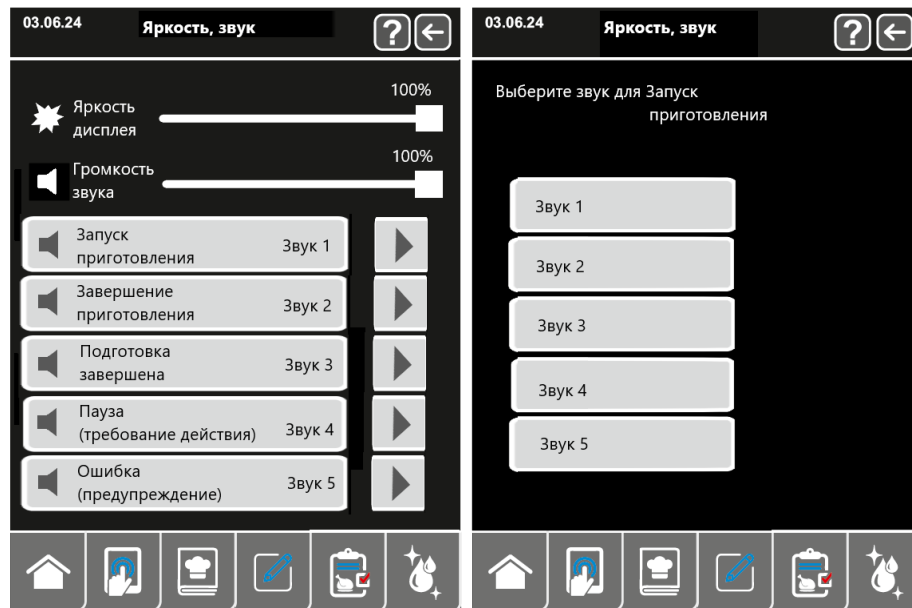

Рис. 15.4 Окно яркость и звук.
5.6.2 На окне «Настройки» нажать строку **Яркость и звук** отобразится окно «Яркость и звук» рис. 15.4.